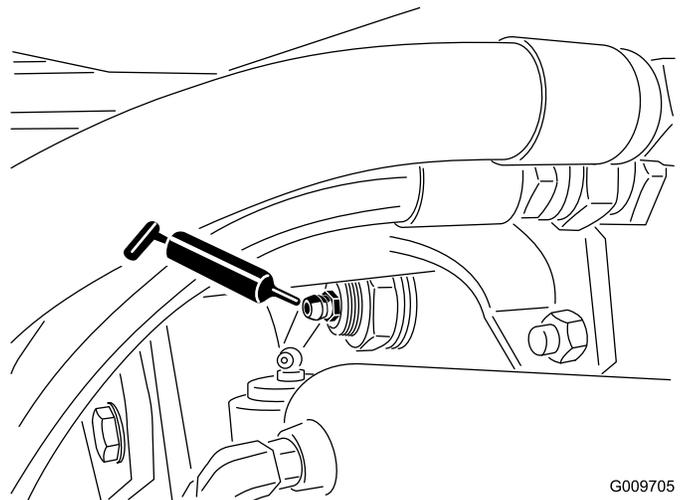

Bild 24
- Hinterachse-Drehbüchsen (2) (Bild 24)